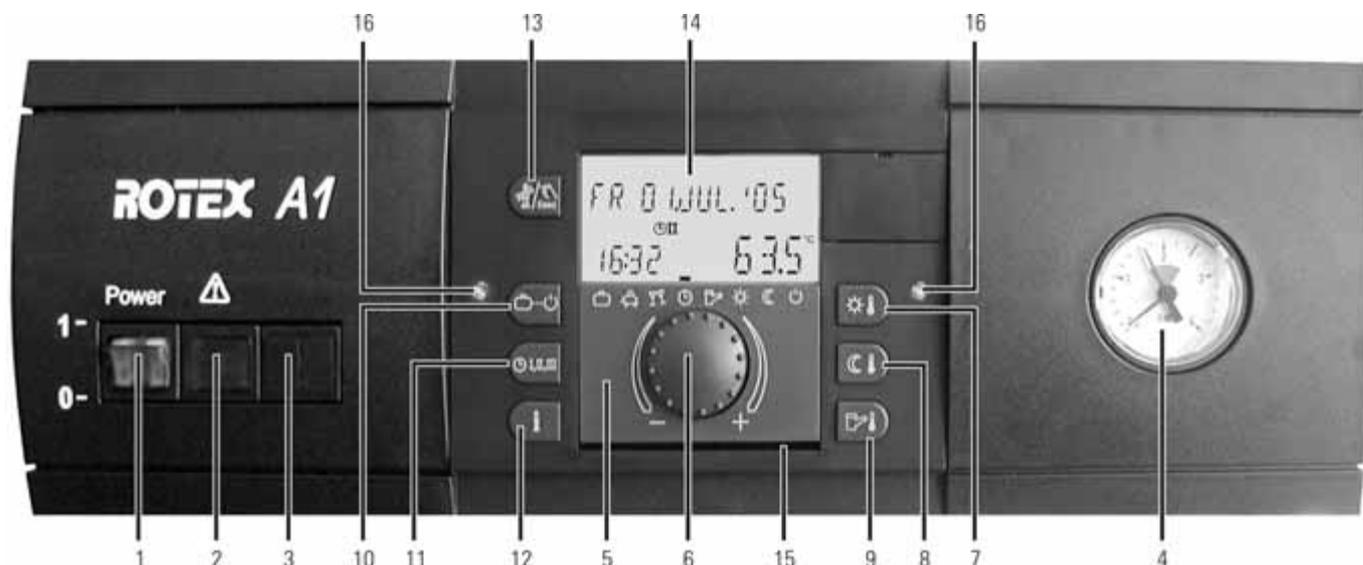

Figura 5-1 Elementi di regolazione del quadro di comando
- Allentare le viti di fissaggio (Figura 5-1, Pos. 16) ruotando a sinistra.
- Serrare le viti di fissaggio (Figura 5-1, Pos. 16) ruotando a destra.